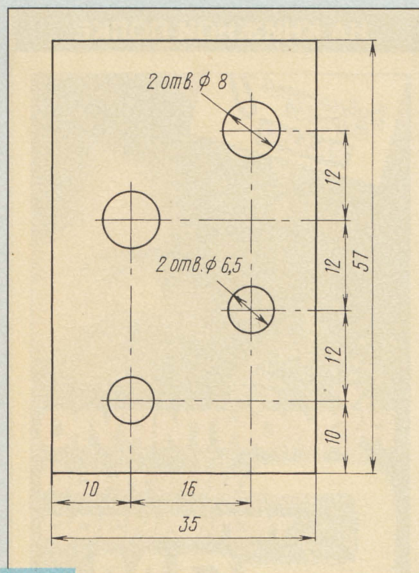

Рис. 2
6. Изготовить кронштейн для крепления переменных резисторов по чертежу на рис. 2; материал – фольгированный стеклотекстолит или жест толщиной 0,5...1,5 мм.